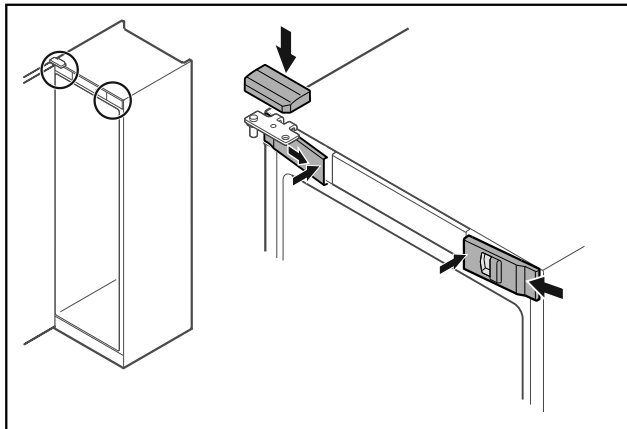

Fig. 50
- ▶ Klik de forreste afdækninger Fig. 50 (1) i på siden, og lad dem gå i hak indvendigt.
- ▶ Klik på den øverste afdækning Fig. 50 (2) på ovenfra.